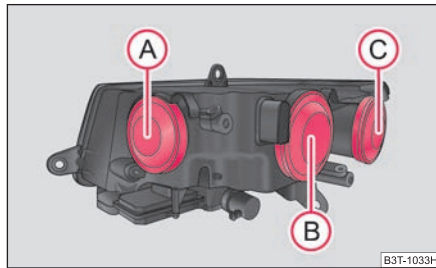

Abb. 233 Scheinwerfer vorn:
Positionen der Glühlampen im Scheinwerfer vorn ⇒ Abb. 233.
- Nehmen Sie die Schutzkappe ab Ⓐ ⇒ Abb. 233.
- Nehmen Sie die Schutzkappe ab **(B)** ⇒ Seite 269, Abb. 233.